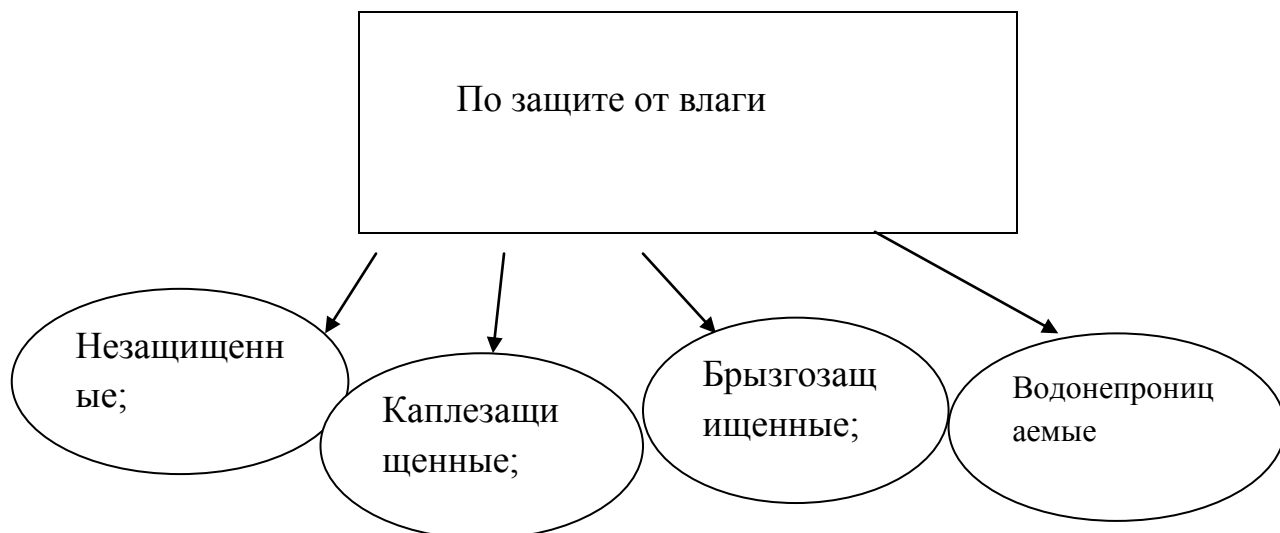

Рисунок 1 – Классификация по степени защиты
1. По степени защиты от влаги бытовые электроприборы выпускают следующих исполнений, ( рисунок 1)